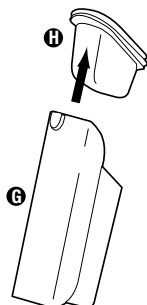

FIG. 5
Step 3: Remove dust cup filter **(H)** from the dust cup **(G)**, shake contents of dust cup into a waste container (Fig. 5).
Paso 3: Retire el filtro **H** del recipiente para polvo **G** y sacuda el contenido del recipiente para vaciarlo en el recipiente de residuos (Fig. 5).
3 Étape: Retirez le filtre **H** du bac à poussière **G**, secouez le contenu du bac dans une poubelle (Fig. 5).